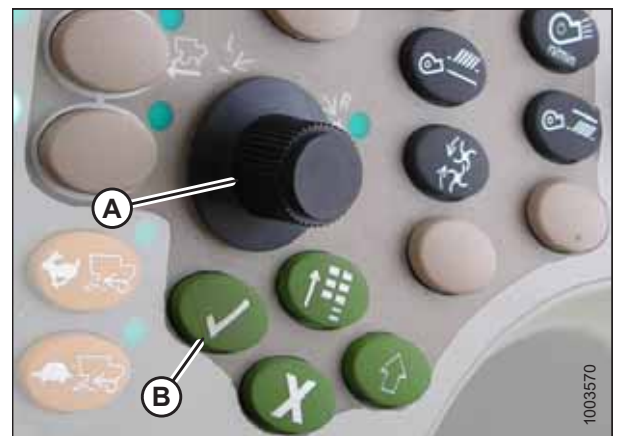

Рисунок 3.414: Консоль управления комбайна John Deere
7. Выберите HEADER (ЖАТКА) в поле (A), выполнив прокрутку вниз с помощью ручки прокрутки, и нажмите кнопку с галочкой (ручка и кнопка показаны на рис. 3.414, страница 253).
8. С помощью прокрутки перейдите к нижнему правому значку в виде стрелки в ромбе и нажмите кнопку с галочкой (B), чтобы выбрать его.